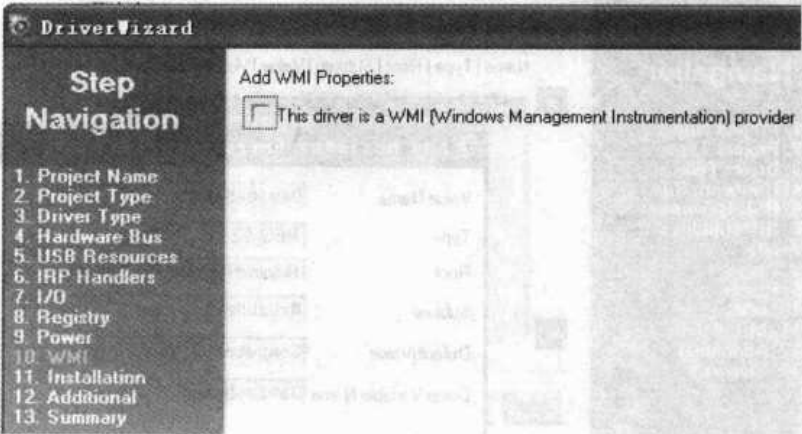

图 9.4.14 WMI 配置
(10) 是否支持 WMI 配置，如图 9.4.14 所示。本程序将不支持 WMI（比较麻烦和复杂），所以不勾选 This driver is a WMI (Windows Management Instrumentation) provider。